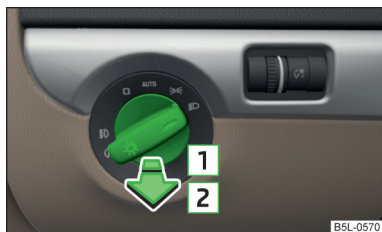

Fig. 28
- Gire el conmutador de luces a la posición o » fig. 28.
- Gire el conmutador de luces a la posición o » fig. 28 de la página 54.